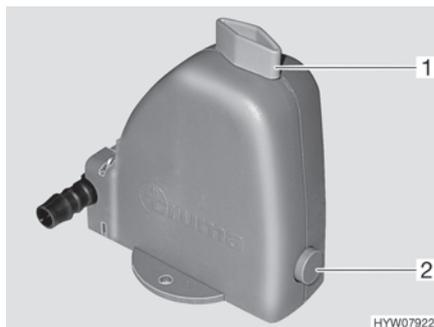

Fig. 94 Valve de sécurité et de vidange
Le chauffage est équipé d'une valve de sécurité et de vidange (Fig. 94). La valve de sécurité et de vidange évite que l'eau destinée à la préparation d'eau chaude ne gèle lorsqu'en cas de gèle, le chauffage n'est pas en marche.
- Fermer la valve de sécurité et de vidange. Tourner pour cela le bouton rotatif (Fig. 94,1) dans le sens transversal par rapport à la valve de sécurité et de vidange et enfoncer le bouton-poussoir (Fig. 94,2).
- Ouvrir la valve de sécurité et de vidange. Tourner le bouton rotatif (Fig. 94,1) dans le sens longitudinal par rapport à la valve de sécurité et de vidange. Le bouton-poussoir (Fig. 94,2) ressort. Le récipient d'eau sanitaire est vidé via la valve de sécurité et de vidange.